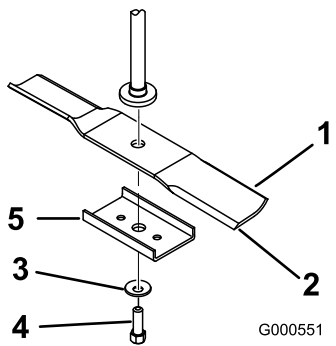

Figure 46
Tenez la lame par son extrémité avec un chiffon ou un gant épais. Enlevez le boulon, la rondelle bombée, le renfort (modèles de 107 cm (42 po) uniquement) et la lame de l'axe (Figure 46).
1. Placez la lame sur l'axe (Figure 46).
2. Montez le renfort (modèles de 107 cm (42 po) uniquement), la rondelle bombée (face concave vers la lame) et le boulon de lame (Figure 46).